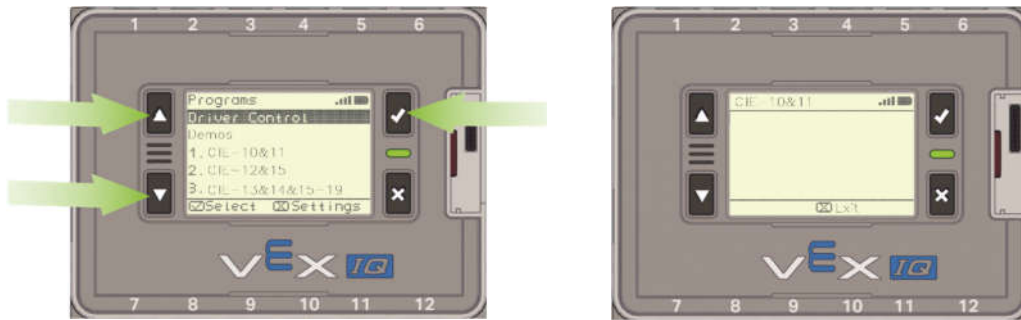

图 9 选择程序
2) 选择程序：按左边两个“上下”按钮，选择需要的程序，按“√”键，进入图 9 界面程序运行。
- 3) 退出程序：在程序运行时，如图 9 运行界面所示，再按“x”键，退回到图 8 程序界面。